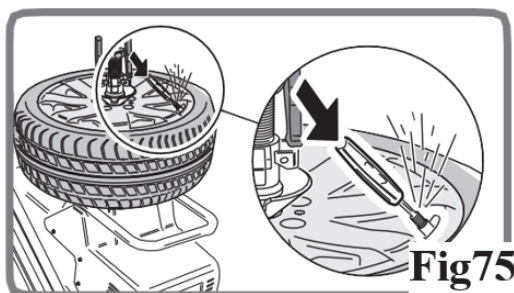

Fig75
3. Fjern ventilindsatsen, hvis det ikke allerede er gjort (Fig75).